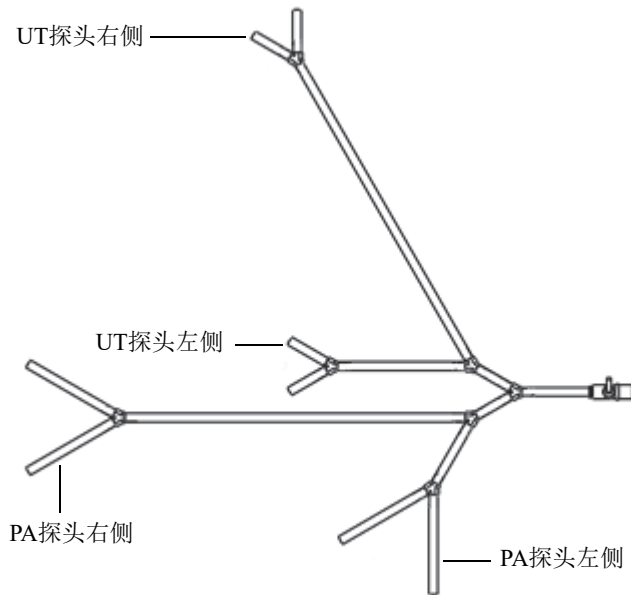
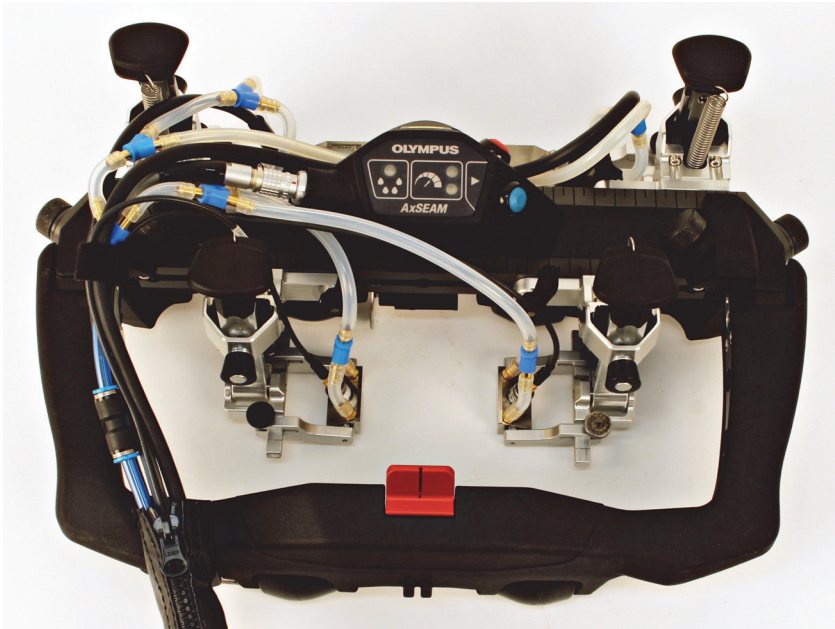

图 2-25 水管组装件
图 2-26 探头灌溉系统
1. 使用提供的水管组装件，将每个支管的末端连接到相应的楔块灌溉系统（参见第56页的图 2-25和第57页的图 2-26）。